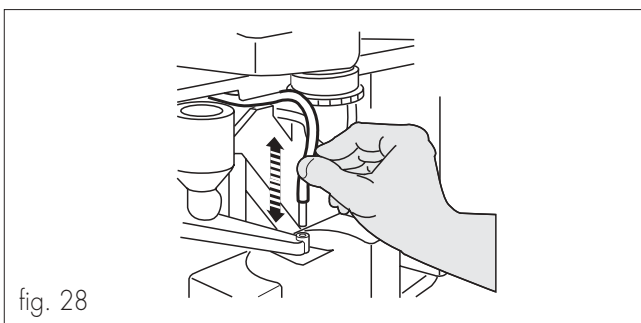

fig. 28
- Extraer la cubeta de goteo y la boquilla del tubo de suministro de agua caliente del alojamiento del suministrador de bebidas (fig. 28).
- Volver a introducir la boquilla del tubo de agua caliente en su alojamiento situado en el suministrador de bebidas (fig. 28).